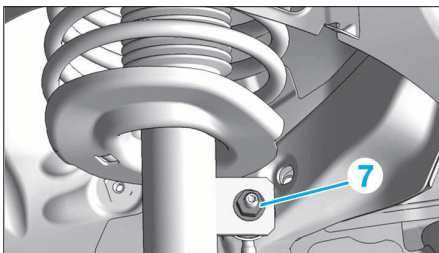

FIG. 4
- Déposer l'écrou de biellette (7) (Fig.4).